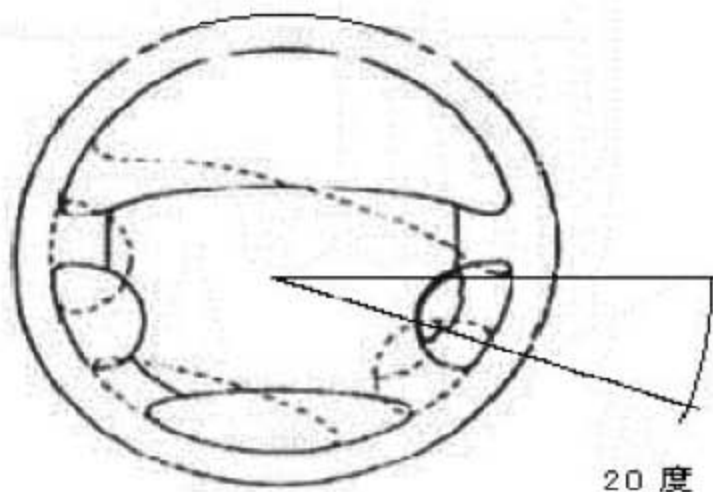

图2-1
- B). 轻摇转向盘，检查转向盘自由行程。如图2-1 所示转向盘最大行程为  $20^{\circ}$ 。